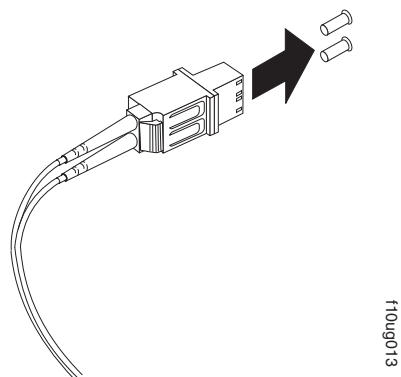

図 31. LC-SC ケーブル・アダプターの保護キャップの取り外し
3. 67 ページの図 31 に示すように、LC-SC ケーブル・アダプターの LC コネクタ側の端から 2 つの保護キャップを取り外します。将来の利用のために、保護キャップを保存しておきます。